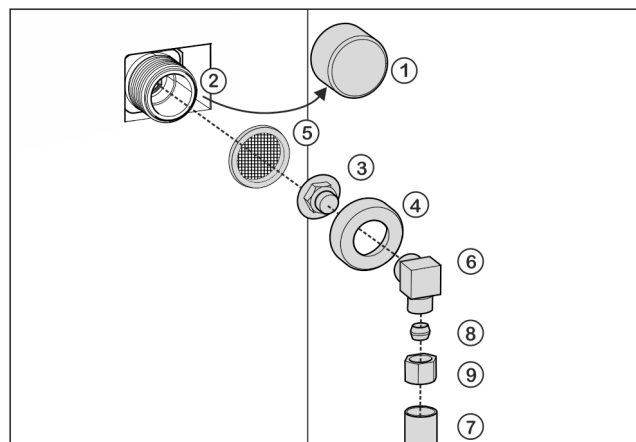

Fig. 58
- ▶ Enlever le bouchon *Fig. 58 (1)* de l'électrovanne *Fig. 58 (2)*.
- ▶ Insérer la pièce de raccordement *Fig. 58 (3)* dans l'écrou-raccord *Fig. 58 (4)*.
- ▶ Insérer le filtre *Fig. 58 (5)* avec la cavité dirigée vers le bas en direction de la pièce de raccordement *Fig. 58 (3)*.
- ▶ Visser l'écrou-raccord *Fig. 58 (4)* à la main sur le filetage de l'électrovanne *Fig. 58 (2)* jusqu'à ce qu'il soit bien positionné.
- ▶ Visser le coude *Fig. 58 (6)*.
- ▶ Raccorder la conduite d'eau *Fig. 58 (7)* (par ex. conduite en cuivre de 1/4" OD) au coude *Fig. 58 (6)* à l'aide de la bague de serrage *Fig. 58 (8)* et de l'écrou *Fig. 58 (9)*.
- ▶ Si nécessaire : Fixer la conduite d'eau *Fig. 58 (7)* sur le boîtier à l'aide de l'étrier d'arrêt.
- ▶ Mettre le coude *Fig. 58 (6)* de côté.
- ▶ Raccorder la conduite d'eau *Fig. 58 (7)* (par ex. conduite en cuivre 1/4" OD) à la pièce de raccordement *Fig. 58 (3)* avec une bague de serrage *Fig. 58 (8)* et un écrou *Fig. 58 (9)*.